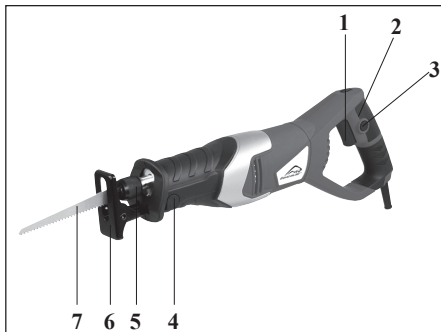

Bild. 1
3.3 Justering av gejdskon (Bild. 1)